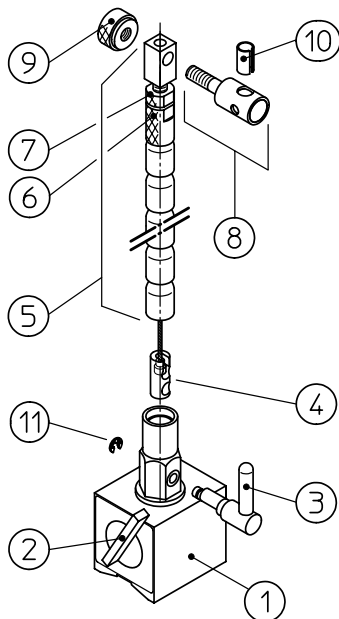

図1
### 2. 各部の名称(図1参照)
- 1) 図1の、をとり外します、